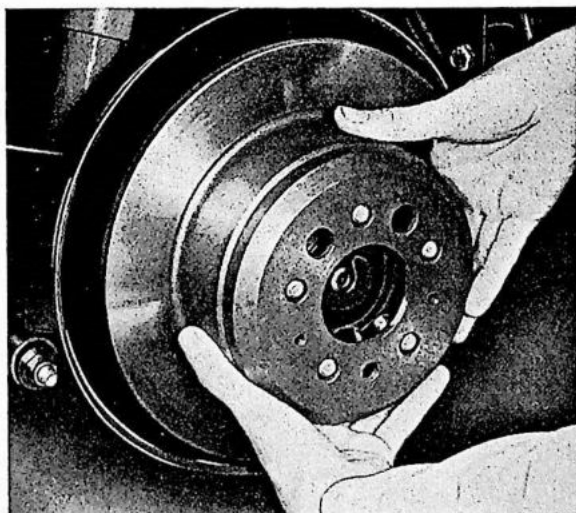

Fig. 5-74. Demontage van de remtrommel
4. Verwijder de bevestigingsschroeven van de remtrommel en verwijder de trommel, zie Fig. 5-74.